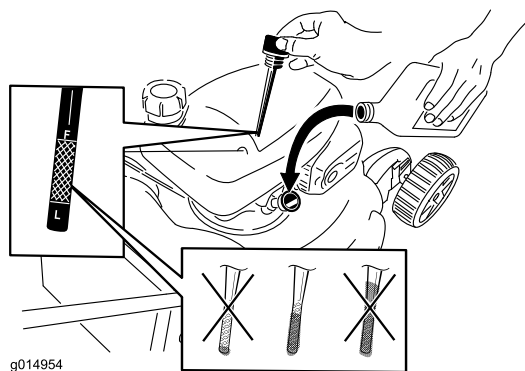

Figure 6
1. Retirez la jauge (Figure 6).
2. Versez de l'huile **lentement** dans le goulot de remplissage pour faire monter le niveau de liquide jusqu'au repère **maximum** (Full) sur la jauge (Figure 6). **Ne remplissez pas excessivement.** (Remplissage max. : 0,59 l, type : huile détergente SAE 30 de classe de service API SF, SG, SH, SJ, SL ou supérieure.)